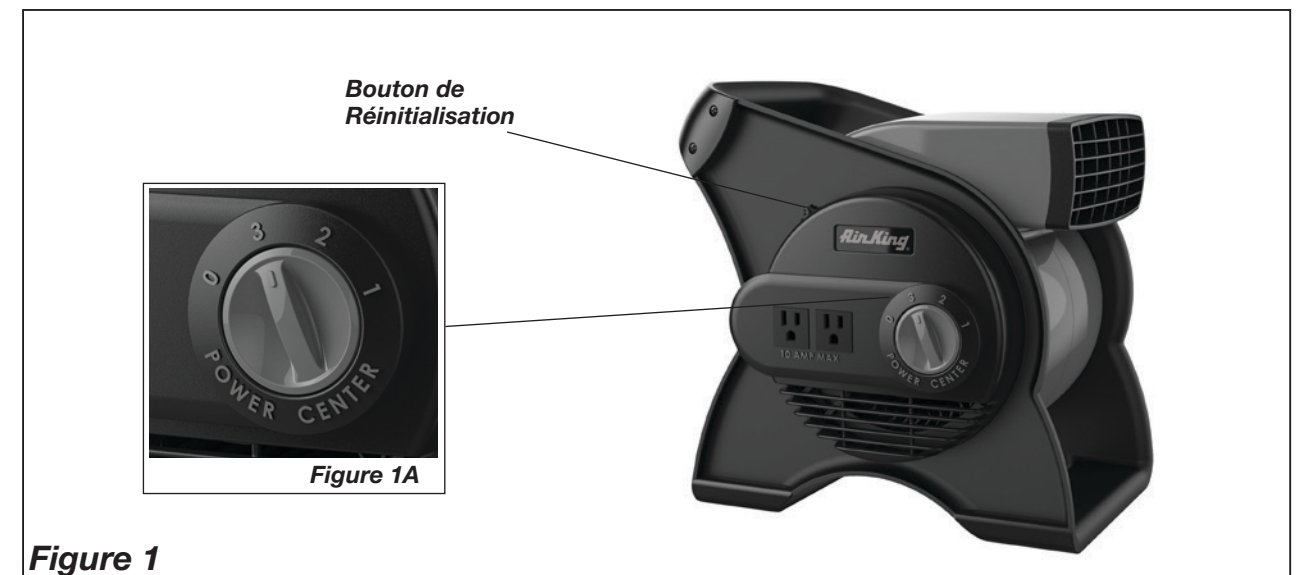

Figure 1
5. Pour ajuster l'angle vertical, déplacer le corps du Ventilateur vers l'avant ou vers l'arrière jusqu'à la position désirée. (*Figure 1*)
6. Pour ÉTEINDRE le Ventilateur, tourner le *L'Interrupteur* à la position ÉTEINT (0) et débrancher l'unité de la prise de courant.